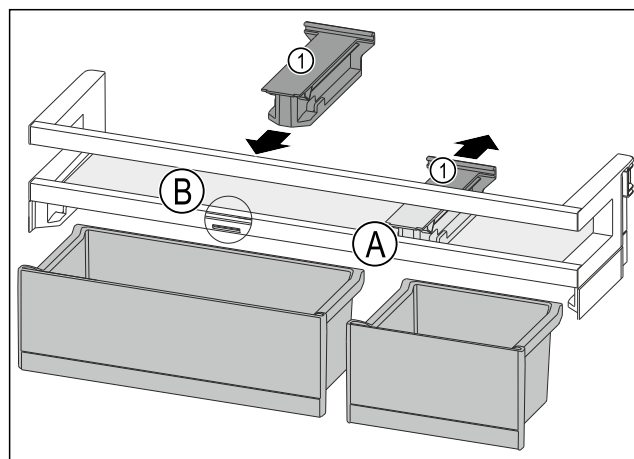

Fig. 87
- ▶ Tirare l'elemento di tenuta Fig. 87 (1) all'indietro per portarlo in posizione Fig. 87 (A).
- ▶ Inserire l'elemento di tenuta Fig. 87 (1) in posizione Fig. 87 (B).